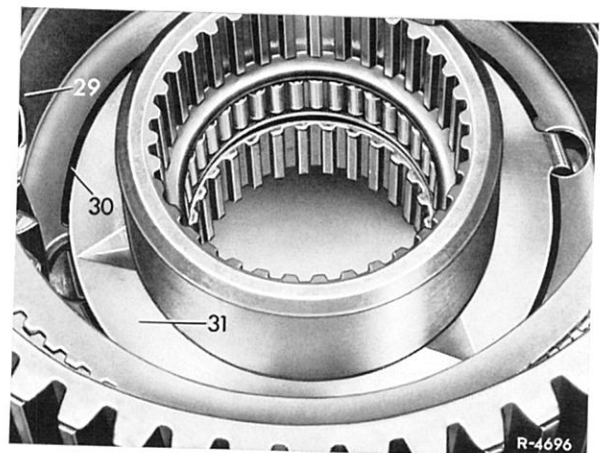

Bild 27–2/22
(30) und Anlaufscheibe (31) mit Fett in den Pla-
netenradträger (29) einsetzen (Bild 27–2/22).